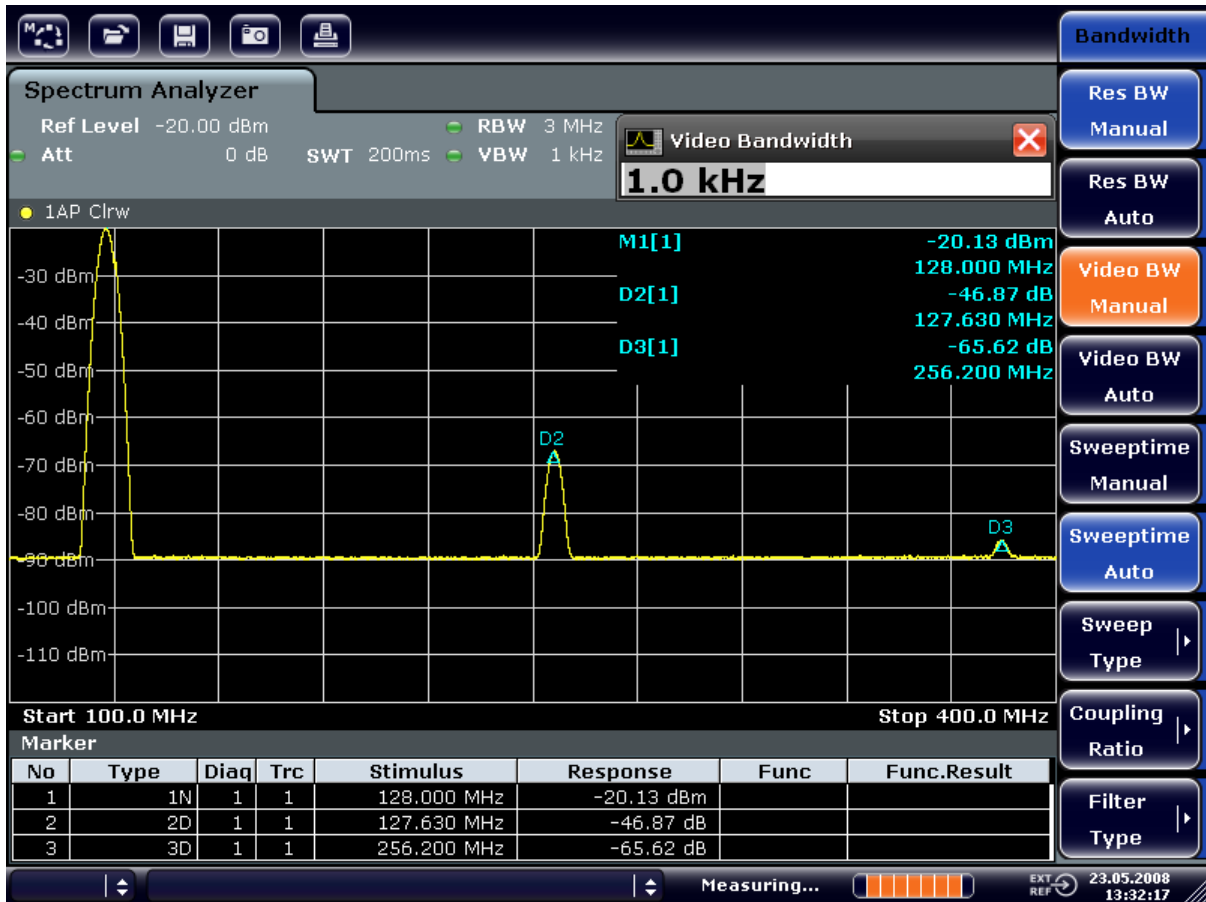

图 6-3: 在谐波测量过程中，通过降低视频带宽抑制噪声
3. 通过输入  $1\text{ kHz}$  将视频带宽减少到  $1\text{ kHz}$ （示例）。这会明显地平滑噪声，且扫描时间增加到  $200\text{ ms}$ 。换言之，测量过程将花费更多的时间。显示的视频带宽以圆点标记，表示它不再和分辨率带宽自动耦合了（参见图 6-3）。